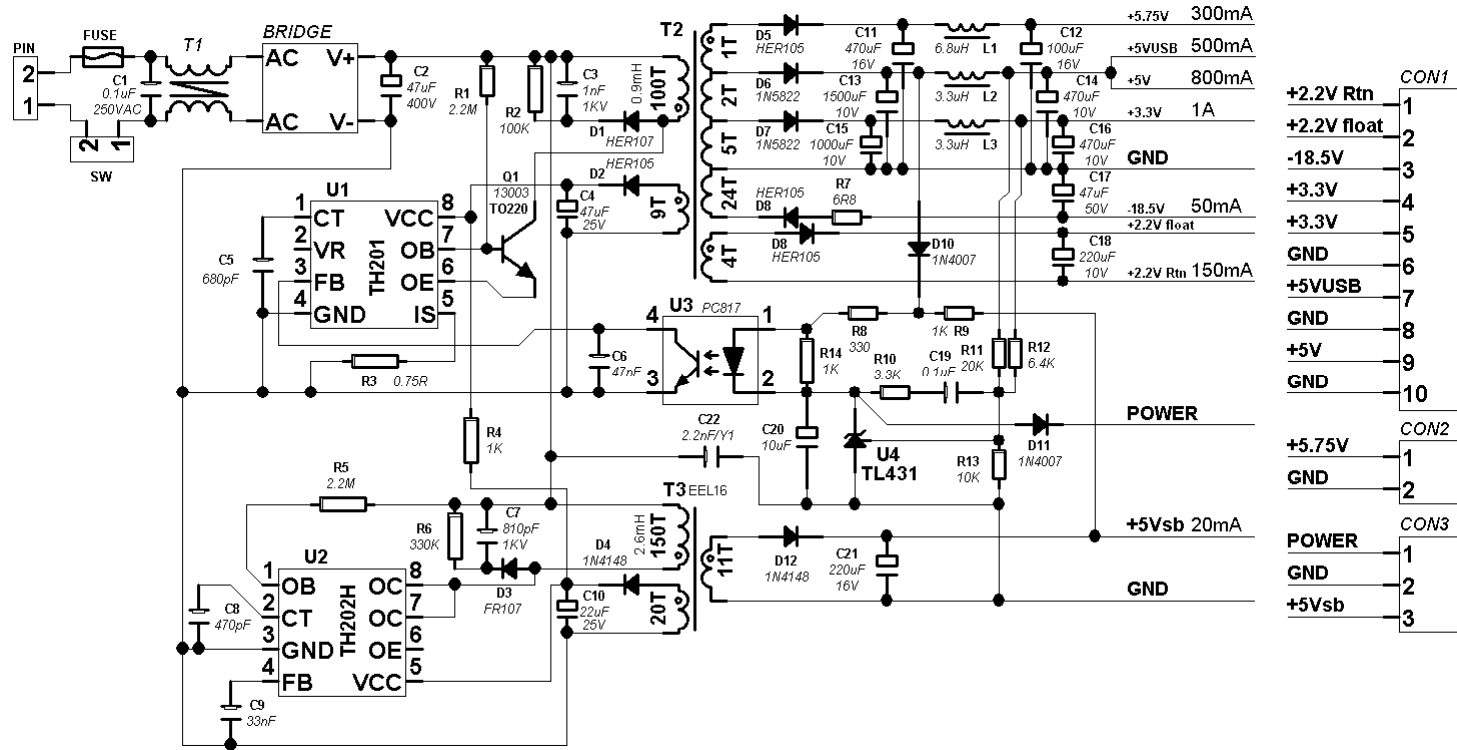

图 6、有独立待机的 DVD 或机顶盒等电源例
- 例三（图 6），有独立待机的 DVD 或机顶盒等电源；采用 TH202H 作待机电源，TH201 作主电源。待机时，POWER 低电平，光耦 U3 饱和使 U1.FB、U1.TC 和 U1.OB 低电平，主电源关闭，但 U1 由 R4 提供电源电流，U1 为保持状态；主电源工作时，POWER 高电平，由于 R4 提供电源电流较小，U1[TH201]的各种保护功能依然有效。由于待机电源要求电流较小，因此无需采用光耦反馈电路就能使+5Vsb 达到要求。